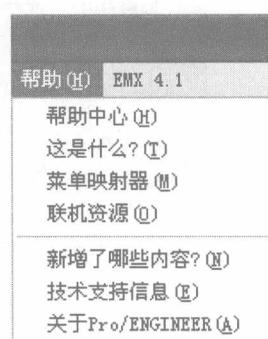

图 1-12 帮助菜单
(10)【帮助】菜单。【帮助】菜单如图 1-12 所示，该菜单主要是提供一些 Pro/ENGINEER Wildfire 3.0 的在线帮助、版本发布信息以及技术支持信息等。